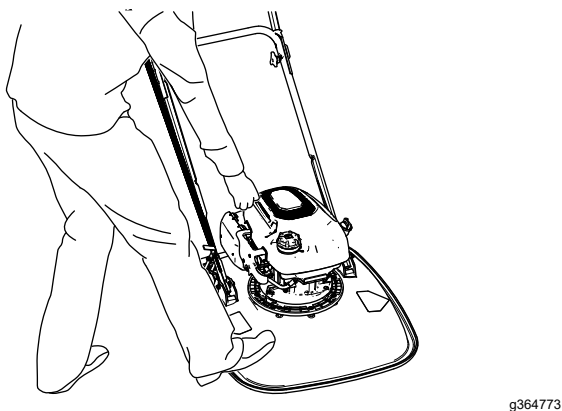

Figura 23
3. Posizionate il piede sul piatto e inclinate la macchina verso di voi (**Figura 23**).